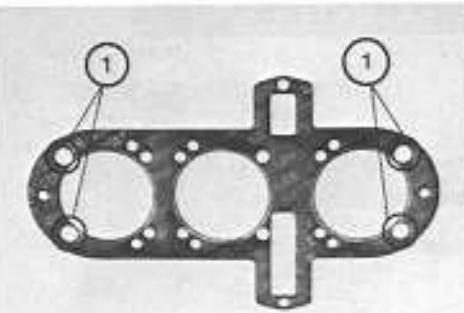

Fig. 55
- La guarnizione della testa deve per prudenza essere sostituita ad ogni smontaggio. La vecchia guarnizione può essere riutilizzata, in casi di emergenza, solo se in perfette condizioni (è buona norma spennellarla leggermente con olio di lino cotto ed attendere un po' di tempo prima di procedere al montaggio; fare bene attenzione ad installare correttamente i quattro anellini di gomma (che devono essere nuovi). (Fig. 55).
- Every time the cylinder head is removed it is strongly advisable to discard the gasket and to fit a new one. In an emergency the old gasket can be reused, if it is in perfect condition (it is advisable to smear it with boiled linseed oil and to wait several minutes before installing it). Take care to correctly install the four rubber O-rings (which should be new) (Fig. 55).